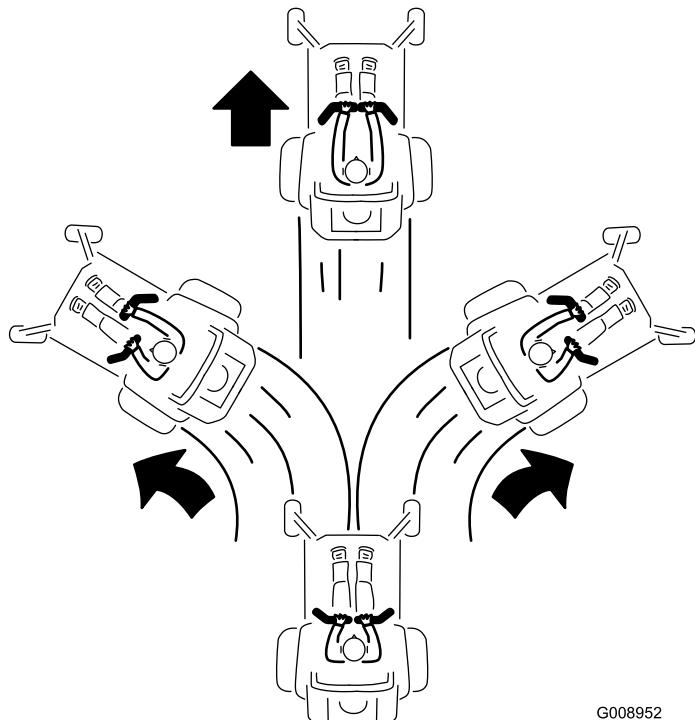

Bild 23
3. Drücken Sie die Fahrantriebshebel langsam nach vorne, um vorwärtszufahren (Bild 23).